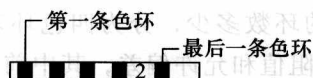

图 1-5 第一条色环的判定和功率的标定
(1) 对于未安装的电阻, 可以使用万用表测量电阻器的阻值, 再根据所读阻值看色环, 读出标称阻值。
(2) 对于已装配在电路板上的电阻, 可用以下方法进行判断:
① 四色环电阻为普通型电阻器, 从标称阻值系列表可知, 其只有三种系列, 允许偏差为  $\pm 5\%$ 、 $\pm 10\%$ 、 $\pm 20\%$ , 所对应的色环为: 金色、银色、无色。而金色、银色、无色这三种颜色没有有效数字, 所以, 金色、银色、无色作为四色环电阻器的偏差色环, 即为最后一条色环 (金色、银色除作偏差色环外, 可作为乘数)。
② 五色环电阻器为精密型电阻器, 一般常用棕色或红色作为偏差色环。
③ 第一条色环比较靠近电阻器一端引脚。
④ 表示电阻器标称阻值的那四条色环之间的间隔距离一般为等距离, 而表示偏差的色环 (即最后一条色环) 一般与第四条色环的间隔比较大, 以此判断哪一条为最后一条色环。如图 1-5 所示。
- (1) 色环表中的标称阻值单位为  $\Omega$  (欧姆)。
- (2) 当允许偏差为  $\pm 20\%$  时，表示允许偏差的这条色环为电阻器本色，此时，四条色环的电阻器便只有三条了，一定要注意这一点。
- (3) 对于一些功率大的色环电阻器，在其外表将显示出它的功率，如图 1-5 中色环电阻表面上的数字 2 表示为此电阻的功率为 2W。